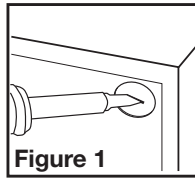

Figure 1
3. Using a straight-blade screw driver remove the electrical knockout from the housing (Figure 1).
2. Choisir un emplacement pour votre ventilateur. Pour garantir la meilleure qualité d'air et performance acoustique, il est recommandé que la longueur de la canalisation et le nombre de coudes soient réduits au minimum, que le rayon de chaque coude soit aussi grand que possible pour l'installation, et que des conduits rigides isolés soient utilisés. Ce ventilateur nécessitera au moins 20,3 cm (8 po) de dégagement dans le plafond ou le mur, et s'installe au travers de cloison sèche d'une épaisseur de jusqu'à 1,9 cm (3/4 po). Le ventilateur s'installe entre 40,6 cm ou 61 cm (16 po ou 24 po) au centre des solives à l'aide des quatre (4) traverses de montage incluses.
3. À l'aide d'un tournevis à lame droite, retirez la découpe électrique du boîtier (Figure 1).